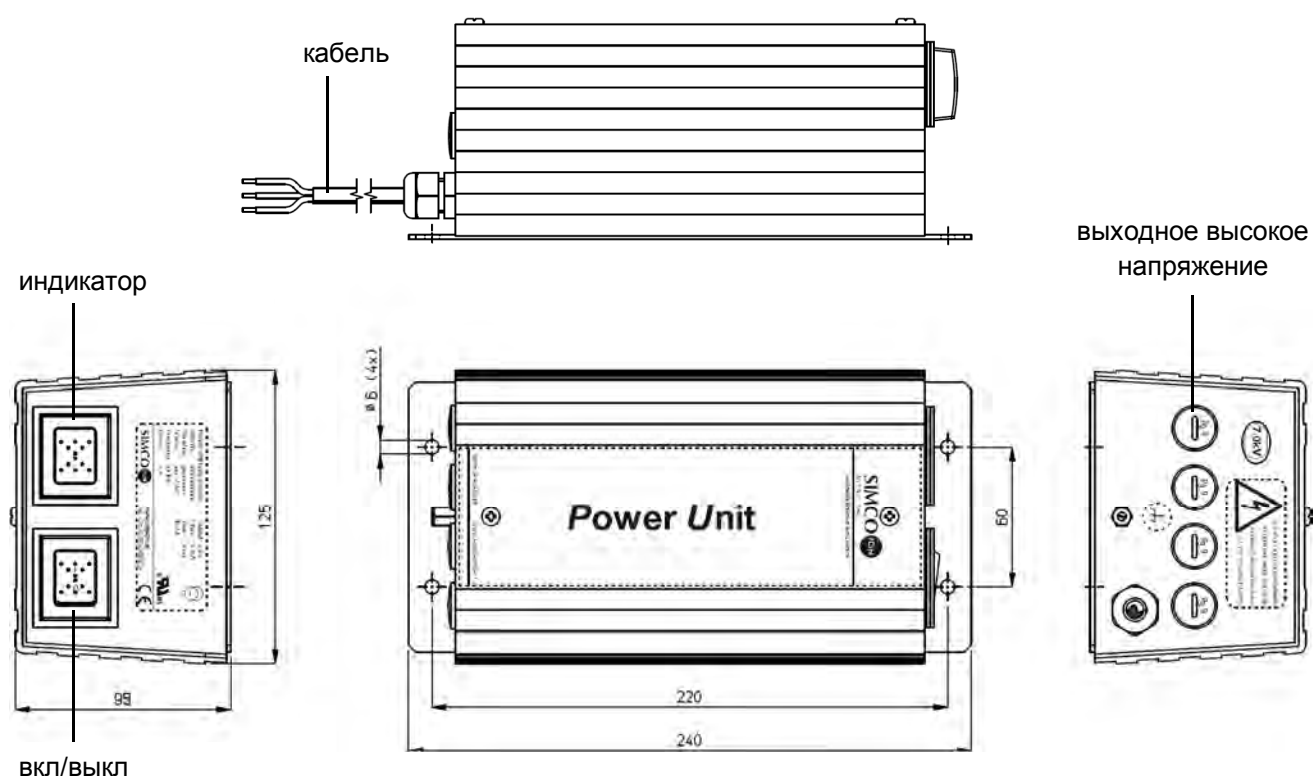

Figure 1: Type A power unit – Рис.1: блок питания тип А
- прикрепите блок питания к раме машины или другой ее части с помощью отверстий диаметром 6 мм (см. блок 1, рисунок 1)